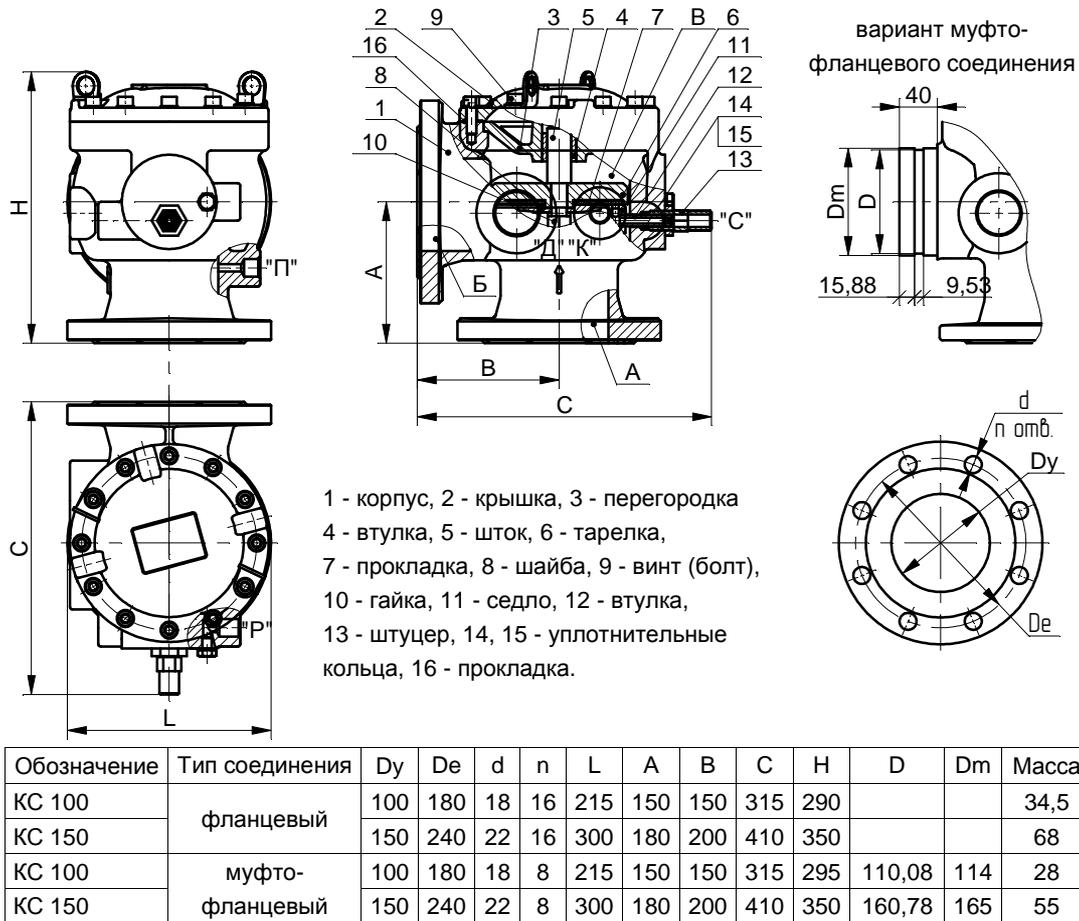

Рис. 1
3.1 Клапан, рис. 1, состоит из корпуса 1 с входным А и выходным Б отверстиями, крышкой 2, соединенных с корпусом винтами (болтами) 9. Герметизация соединения корпуса 1 и крышки 2 обеспечивается прокладкой 16. В корпусе установлена перегородка 3 с втулкой 4, являющейся направляющей для затвора. Затвор состоит из штока 5, тарелки 6, прокладки 7, шайбы 8 и гайки 10. В корпус 1 запрессовано седло 11, предназначенное для герметизации отверстий А и Б при закрытом затворе. Седло 11 имеет кольцевую канавку, которая связана с втулкой 12 и отверстием "С" на корпусе 1. Штуцер 13, уплотненный кольцами 14 и 15, предназначен для подключения сигнального устройства. Дренажное отверстие "Д" предназначено для быстрого слива жидкости при техническом обслуживании. Отверстие "К" предназначено для подключения к клапану контролирующего устройства. Перепускное отверстие "П" предназначено для подпитки через отверстие "Р" распределительного трубопровода при незначительном расходе.
- произвести сборку клапана в соответствии с рис. 1.